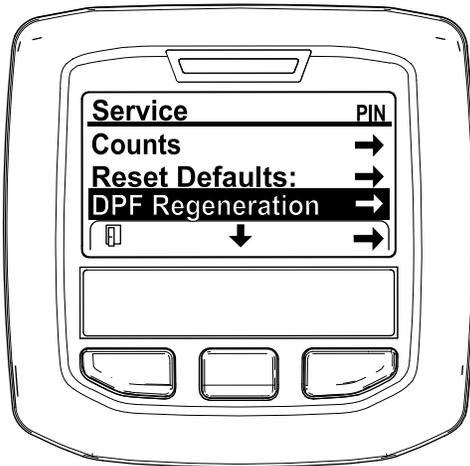

Рисунок 44
3. В SERVICE MENU (МЕНЮ ТЕХОБСЛУЖИВАНИЯ) нажмите и удерживайте в нажатом положении среднюю кнопку, пока не появится опция DPF REGENERATION (РЕГЕНЕРАЦИЯ DPF), затем нажмите правую кнопку, чтобы выбрать опцию DPF REGENERATION (РЕГЕНЕРАЦИЯ DPF) (Рисунок 44).